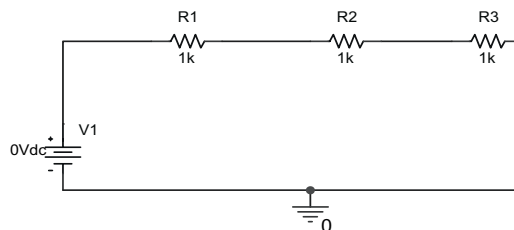

Figura 8. Circuito Serie cableado
- 4 Cablear el circuito de la forma en que aparece en la Figura 8. No olvidar conectar el terminal de referencia.